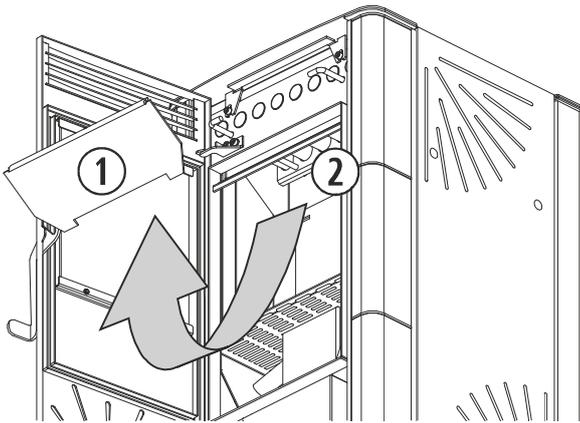
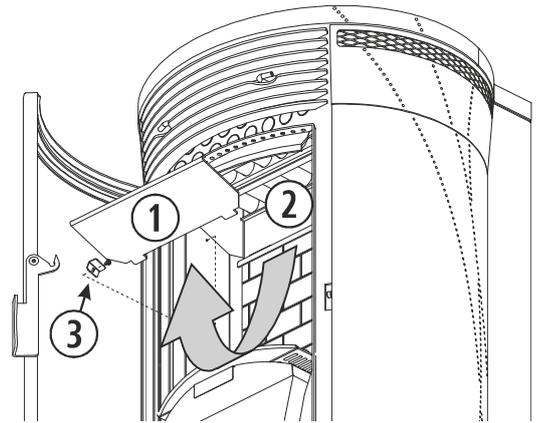

Рисунок 12
Рисунок 13
В моделях Венус (Рисунок 12) и Атенас (Рисунок 13), следует осуществлять более тщательную очистку теплообменника (2), ее необходимо осуществлять еженедельно. В целях большей доступности и наилучшей очистки теплообменника, в модели Венус необходимо выдавить вверх верхнюю панель топки (1), до отсоединения фиксаторов крепящих ее к центральной панели, а затем потянуть за нее. По завершении очистки, ставим на место верхнюю панель обращая внимание на то, чтобы все штыри были полностью вставлены в гнезда. В модели Атенас, верхняя панель (1) также крепится при помощи пластины и шурупа (3) с каждой стороны, которые необходимо снять и повторить все шаги описанные для модели Venus.